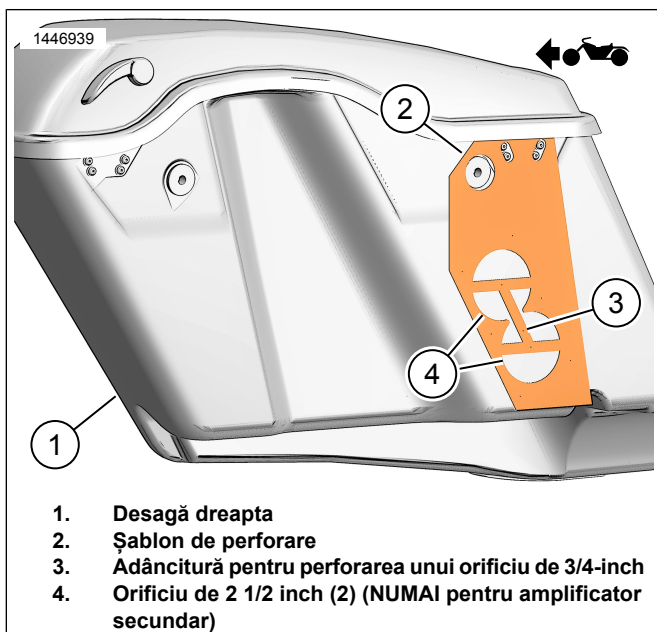

Figura 1. Șablon desagă dreapta
1. Figura 1 Poziționați șablonul (2) pe desaga din dreapta (1).
În cazul în care amplificatorul secundar nu a fost încă instalat, consultați instrucțiunile din acel kit pentru a foră 2 orificii de 1/2-inch în sacul din dreapta cu o carotă. Figura 1